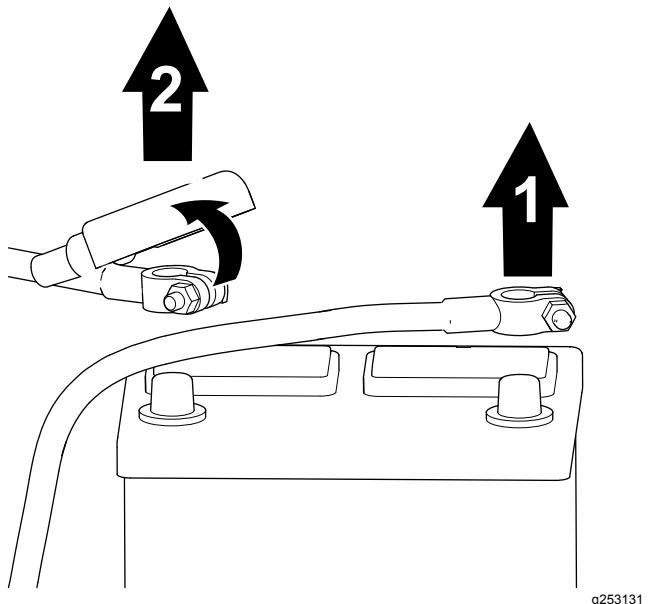

Bild 4
1. Trennen Sie das Minuskabel der Batterie vom Batteriepol ab (Bild 4).
2. Heben Sie die Isolierung an und ziehen Sie das Pluskabel der Batterie vom Batteriepol ab (Bild 4).